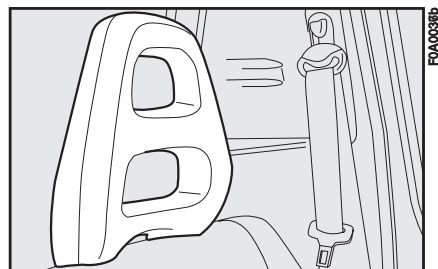

fig. 61
- con regolazione in altezza **fig. 61**.